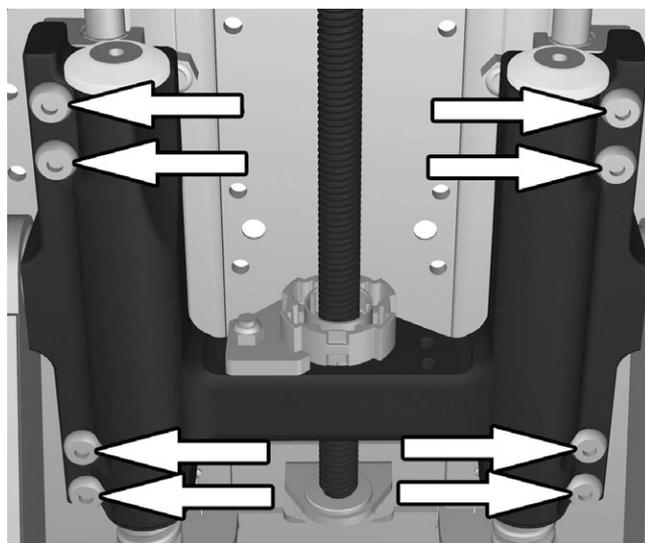

Abbildung 102. Die acht Schrauben entfernen, die den Schieber halten.
7. Die acht Schrauben entfernen, die den Schieber halten. Siehe Abbildung. 102.